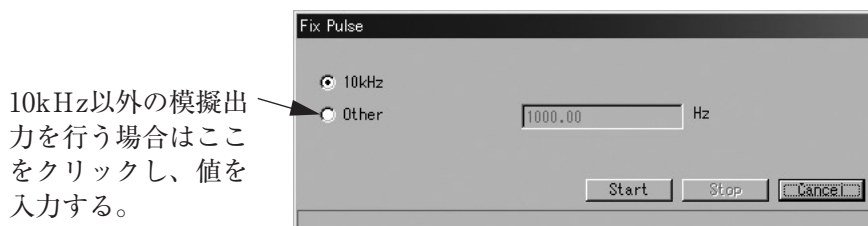

図61
- ① 画面上部メニューの「Diag/Service(T)」をクリックし、「Loop test」のドロップダウンリストの中から「Fix Pulse」を選び再度クリックします。
- ② 図61のようなメッセージボックスが現れます。模擬出力値を選択し、「Start」ボタンをクリックしてください。なお、「10kHz」以外を出力させる場合は「Other」を選択し、出力させるパルス周波数を入力後「Start」ボタンをクリックしてください。入力可能なパルス周波数の範囲は0.01～10000Hzです。